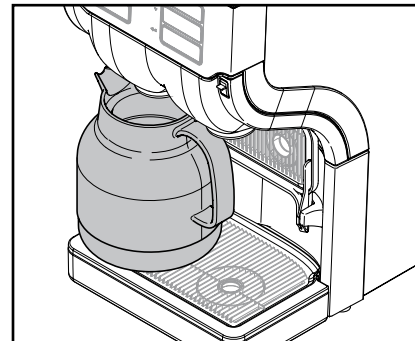

Fig. 12
- Collocare il bicchio sulla vaschetta di sgocciolamento. (Fig. 12)